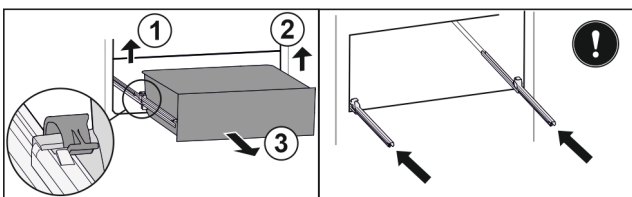

Fig. 149
- ▶ Nosta vasenta pidikettä ja vedä samalla vetolaatikkoa vasemmalta eteenpäin. Fig. 149 (1)
- ▶ Nosta oikeanpuolista pidikettä ja vedä samalla vetolaatikkoa oikealta eteenpäin. Fig. 149 (2)
- ▶ Poista vetolaatikko vetämällä sitä eteenpäin. Fig. 149 (3)